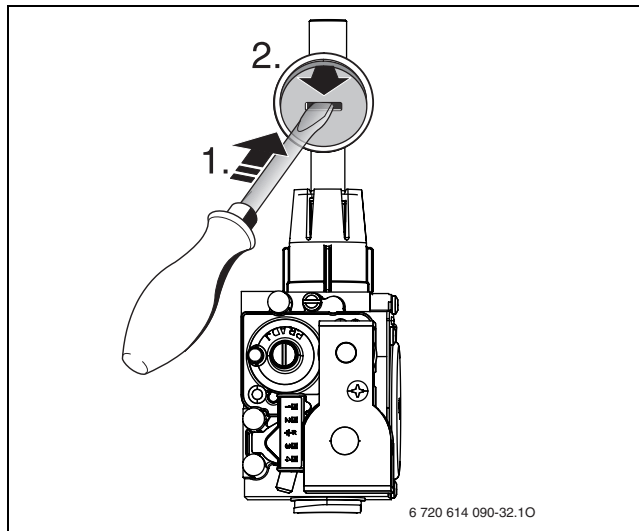

Fig. 39
- ▶ Togliere il sigillo presente sulla valvola di regolazione della portata gas (fig. 39).